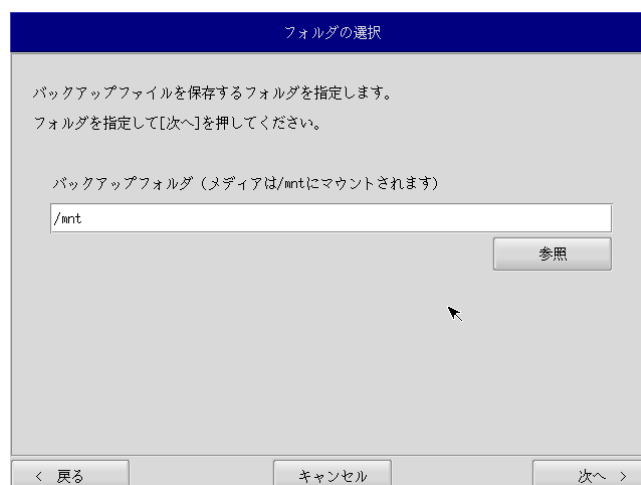

図 5-2-4. フォルダ選択画面
- ⑨ フォルダ選択画面（図 5-2-4）が表示されます。[参照]ボタンを押します。